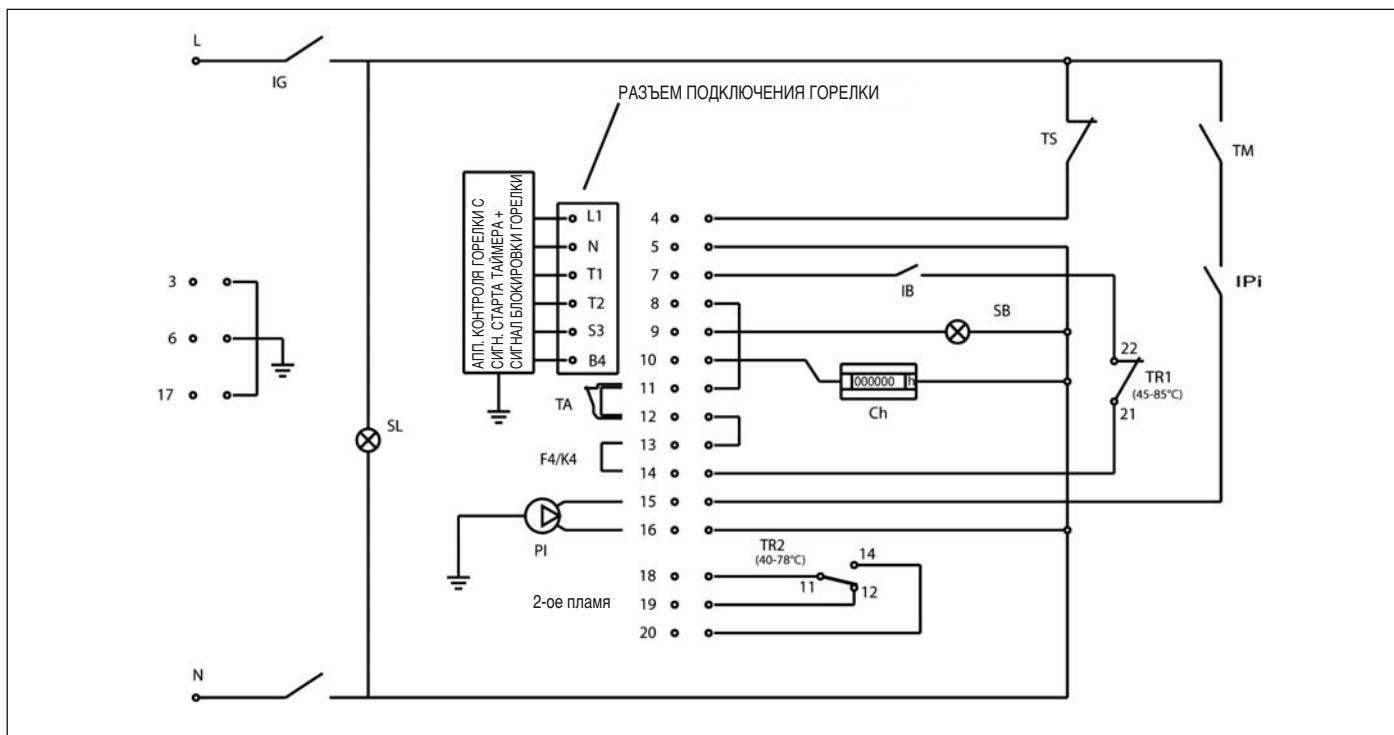

Рис. 17
6.4 Электрическая схема подключения горелки и однофазного насоса (Рис. 17) Обозначения символов / устройств на электрической схеме
7.2 Электрическая схема горелки и однофазного насоса (Рис. 17)